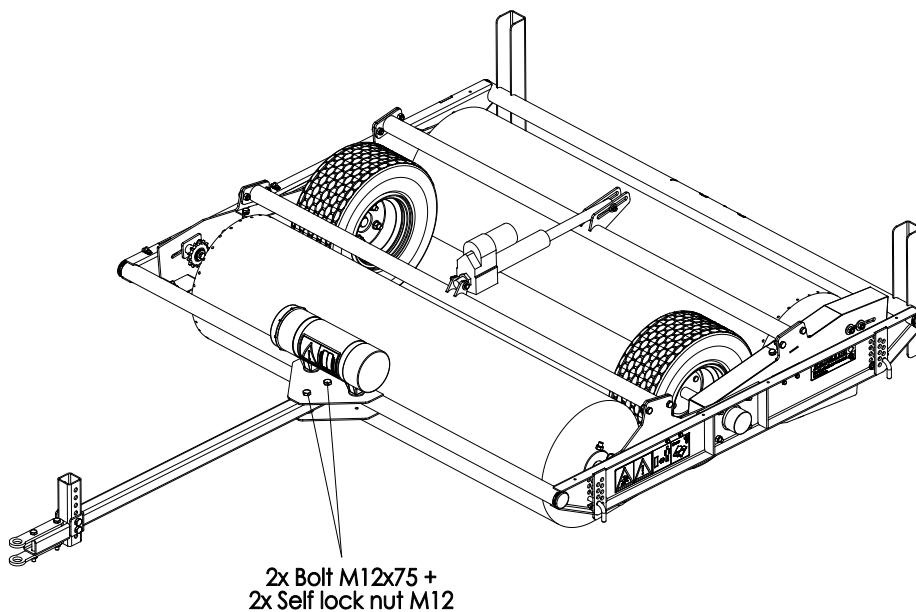

Fig. 8
7. Fastgør trækbommen (fig. 8).